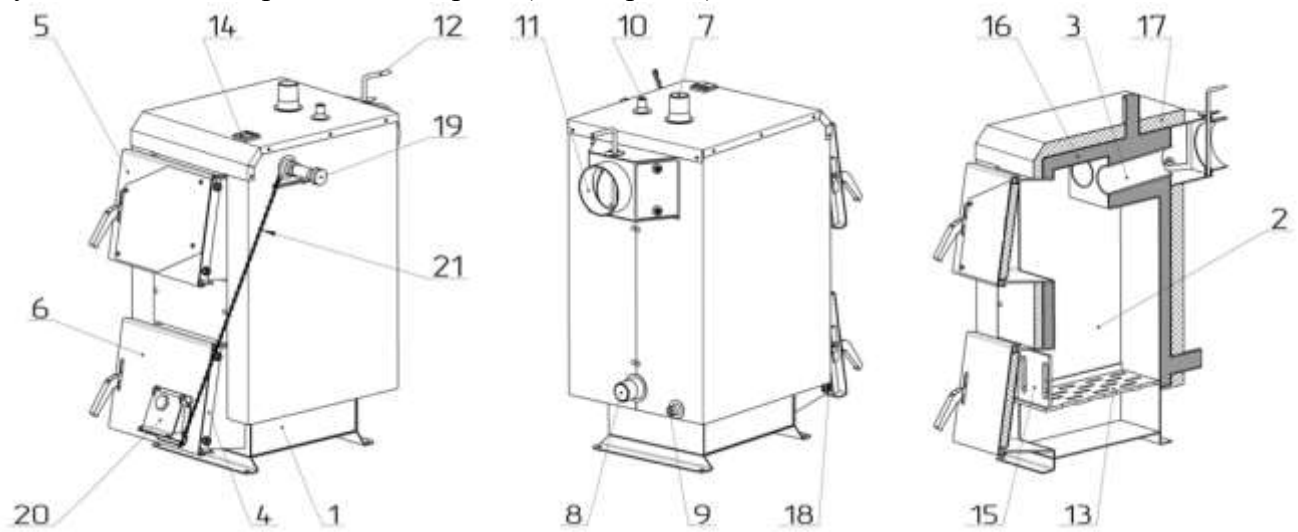

Рисунок 2 – Основні елементи котла
Конструктивно котел являє собою збірно-зварену конструкцію, що складається з корпусу (поз. 1, рис. 2) з камерою згоряння (топкою) (поз. 2, рис. 2). Конвекційна частина котла складається з трубного теплообмінника (поз. 3, рис. 2), який розташований безпосередньо над топкою.
Корпус котла виконаний в формі паралелепіпеду з подвійними стінками, які розділені водними перегородками (поз. 16, рис. 2). На зовнішній поверхні корпусу під декоративною обшивкою закріплена теплова ізоляція. (поз. 17, рис. 2).
Паливо для процесу спалення завантажується на колосникові ґрати (поз. 13, рис. 2) крізь завантажувальні дверцята (поз. 5, рис. 2). Згоряння палива в топці відбувається за участю повітря, яке постачається крізь вікно клапана подачі повітря (поз. 20, рис. 2), що закривається кришкою, під колосникові ґрати. Кількість повітря, необхідного для процесу згоряння, регулюється механічним регулятором тяги (поз. 19, рис. 2а), який шляхом натягу або послаблення ланцюга (поз. 21, рис. 2а) керує положенням кришки клапана.
Підведення і відведення теплоносія здійснюється відповідно через патрубки зворотної мережної води (поз. 8, рис. 2) і прямої мережної води (поз. 7, рис. 2).
Топочні гази виходять у димохід крізь боров (поз. 11, рис. 2), розташований у задній частині котла. Боров обладнано вбудованим дросельним клапаном продуктів згоряння – шибером (поз. 12, рис. 2). У випадку надто високої тяги у димоході шибер дає можливість її знизити шляхом часткового перекривання вихідного отвору борова. На рисунку 2 шибер зображено в положенні «повністю відкрито». Для того, щоб повністю перекрити боров, шибер необхідно повернути на 90°.
У верхній частині корпусу котла розташований штуцер для встановлення запобіжного клапана котла (поз. 10, рис. 2).
На задній стінці корпусу у нижній її частині розміщено штуцер для зливу води з котла (поз. 9, рис. 2).
Ревізійний дверцята (поз. 6, рис. 2), що розташовані на передній стінці котла, необхідні для періодичного чищення колосникових ґрат, а також для можливості спорожнення підколосникової зони.
Конструкцією котла передбачена можливість зміни сторони відкривання дверцят. Для того, щоб змінити положення осі відкривання дверцят з правої (відкриваються зліва направо, як зображено на рис. 2) на ліву, необхідно відкрутити дві гайки, що тримають кронштейн поз. 4 (рис. 2), зняти дверцята з кронштейном, відкрутити гвинт, що тримає пластикову ручку дверцят, розвернути ручку на 180°, та встановити її на місце, прикрутивши гвинт. Після чого відкрутити дві гайки що тримають кронштейн поз. 18
(рис. 2). Розвернувши дверцята на 180°, закріпити їх кронштейн на тому місці, де було встановлено кронштейн пальця (поз. 18, рис. 2), який, в свою чергу, закріпити на місці, де було встановлено кронштейн дверцят (поз. 4, рис. 2).
Боров котла обладнано вбудованим дросельним клапаном продуктів згоряння – шибром (поз. 12, рис. 2), за допомогою якого можна регулювати величину тяги в димоході.
Приєднання котла до опалювальної системи необхідно здійснювати за допомогою муфт або фланців. Трубопровід прямої мережної води потрібно приєднати до патрубку прямої мережної води (поз. 7, рис. 2). Трубопровід зворотної мережної води потрібно приєднати до патрубку зворотної мережної води (поз. 8, рис. 2).
Регулятор тяги (поз. 19, рис. 2) необхідно приєднати до одного з двох рівноцінних патрубків з внутрішньою різьбою, які знаходяться на правій та лівій бічних стінках котла у верхній їх частині (див. рис. 2). Різьбове з'єднання при цьому потрібно ущільнити. Патрубок без регулятора необхідно заглушити. Регулятор повернути таким чином, щоб наконечник для закріплення шестигранного важеля (з комплекту регулятора) був направлений донизу.
На місце пластикової захисної трубки необхідно вставити шестигранний важіль стороною без отвору. Для фіксації важеля необхідно затягнути гвинт. При цьому вільний кінець важеля повинен знаходитися над отвором у кришці клапана подачі повітря поз. 20 (рис. 2), а його плече повинно бути якнайближче до горизонтального положення.
Заповнення котла та всієї системи опалення водою повинно відбуватися через штуцер зливу води з котла (поз. 9, рис. 2). Заповнення необхідно робити повільно, щоб забезпечити усунення повітря з системи.
9.1.1 Провести завантажування палива в топку котла. Для цього відкрити завантажувальні дверцята (поз. 5, рис. 2) та укласти на колосникові ґрати (поз. 13, рис. 2) шар палива до меж нижньої кромки завантажувальних дверцят. На укладений шар палива розмістити розпалювальний матеріал: папір, тріски, дрова (у переліченій послідовності). Повністю відкрити шибер (поз. 12, рис. 2) на борові котла.
9.1.3 Кнопкою на регуляторі тяги (поз. 19, рис. 2а) встановити «60 °С». Відлік температури здійснювати по білій шкалі.
9.1.4 Коли температура теплоносія дійде до 60 °С, через декілька хвилин відкоригувати підвіску ланцюжка таким чином, щоб кришка клапана подачі повітря (поз. 20, рис. 2а) залишалась відкритою на 1-2 мм.
Регулювання потужності в котлі здійснюється регулятором тяги (поз. 19, рис. 2), що забезпечує надходження повітря під колосникові ґрати.